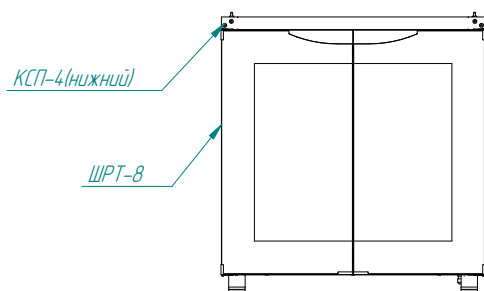

Рис.3
Рис. 3 а
- на "Крышу" ШРТ-8 установить КСП-4 (нижний) см.Рис.3;
**Внимание: чтобы зафиксировать КСП-4 (нижний) необходимо в "Задней стенке" ШРТ-8 открутить два верхних "самореза". После установки КСП крепеж закрутить обратно. Косынки КСП должны прилегать плотно к ШРТ-8, см. Рис. 3а.**